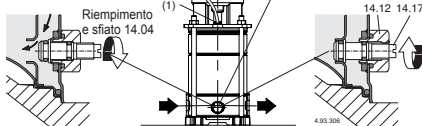

Fig. 4b In funzionamento:
Chiudere i fori di sfiato (fig. 4), per le pompe MXV-B, MXV(L) 25-32-40-50 e MXV(dL) 4 25-32-40-50 serrare la vite a spillo (14.17) nel tappo di scarico (14.12) (fig. 4b) e chiudere il foro di sfiato (14.04).